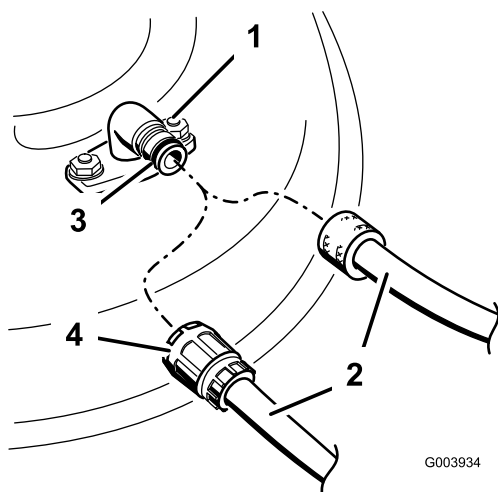

Figura 48
3. Conecte el acoplamiento de la manguera al extremo del conector de lavado del cortacésped, y abra el grifo al máximo (Figura 48).